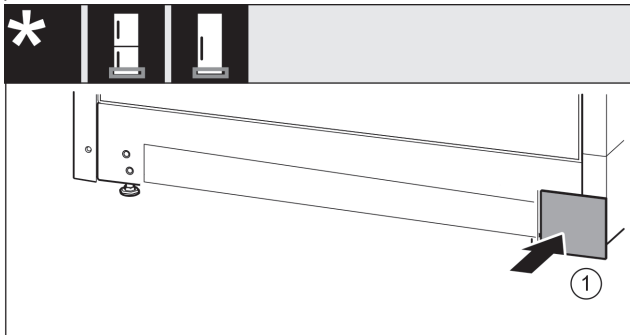

Fig. 33
- Vendosni sërish në vend kapakun mbulues Fig. 33 (1) në anën tjetër.